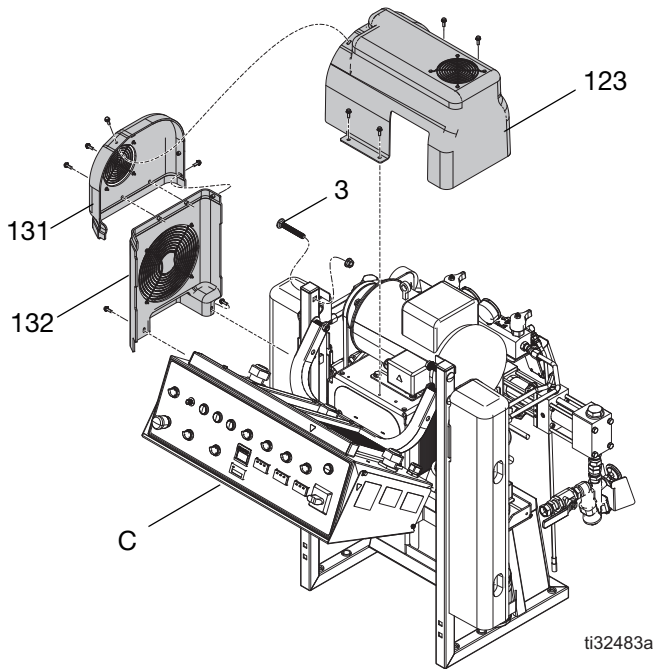
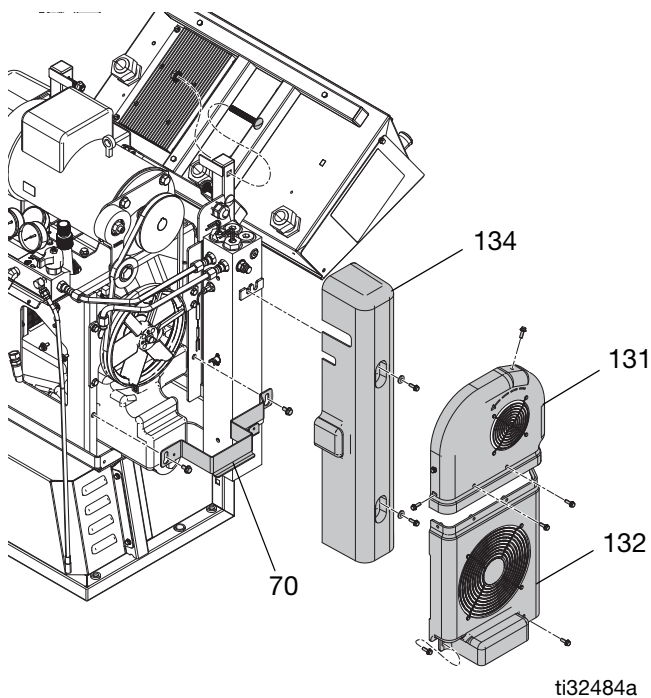

图 63
图 64
6. 拆下电机和皮带盖（123、131）。升高盖子 (123)，松开银色支架 (70) 扣件。将银色支架 (70) 抬离扣件，放在边上。拆下皮带盖（131，132）。卸下加热器盖板（123）。请参见图 63 和图 64 所示。